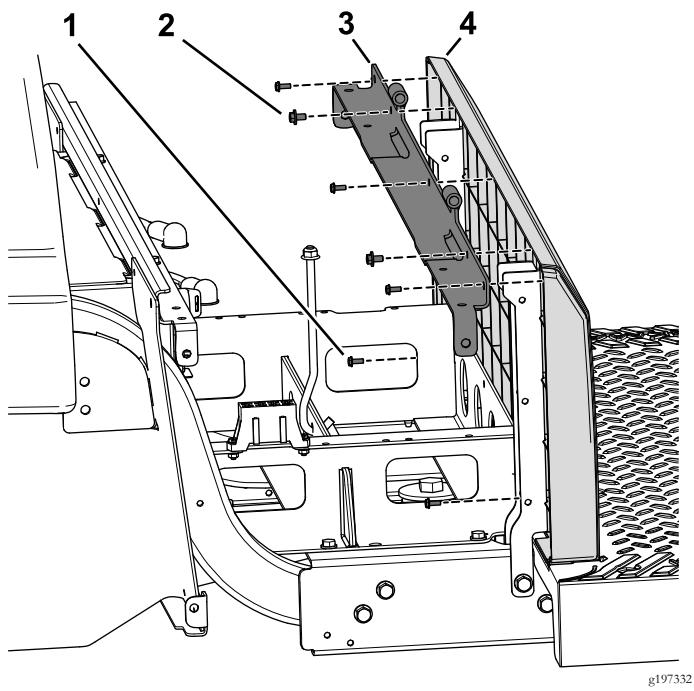

Figura 86
da base do banco aos suportes do banco esquerdo e direito (Figura 86).
- 6. Utilize os cinco parafusos (N.º 10 x ½ pol.) para prender o painel traseiro ao suporte angulado e aos suportes do banco (Figura 86).